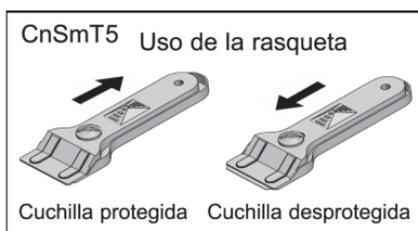

Fig. 7
**!** Después de terminar el trabajo con la rasqueta, replegar y bloquear siempre la cuchilla. Según el tipo de rasqueta (Ver Fig. 7)